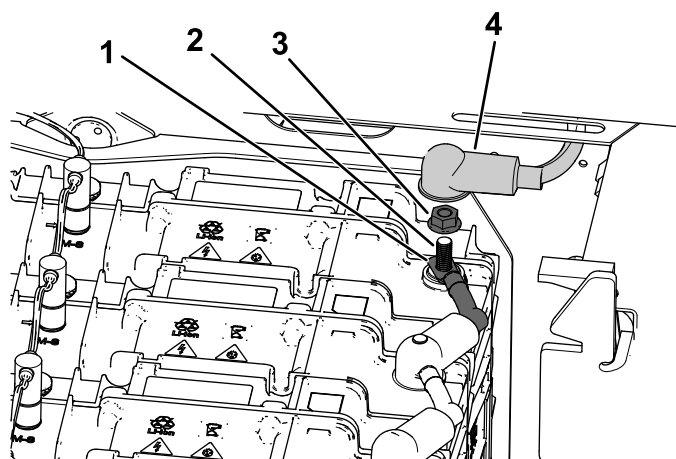

Figura 42
2. Îndepărtați piulița cu guler și cablul negativ (–) al bateriei de la borna bateriei (Figura 42).
1. Fixați cablul negativ (–) al bateriei la borna bateriei utilizând piulița cu guler (Figura 42).